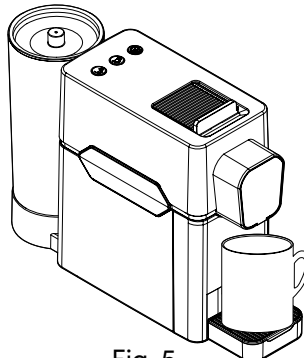

Fig. 5
- Caffè o bevanda lunga: si consiglia di sfruttare la posizione inferiore della vasca raccogliocce in base alla tazza utilizzata (Fig.5).